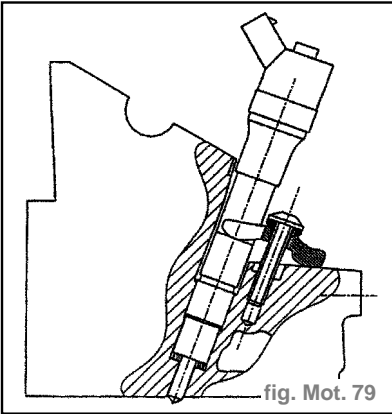

fig. Mot. 79
- Changer la rondelle sous l'injecteur. (fig. Mot. 79)